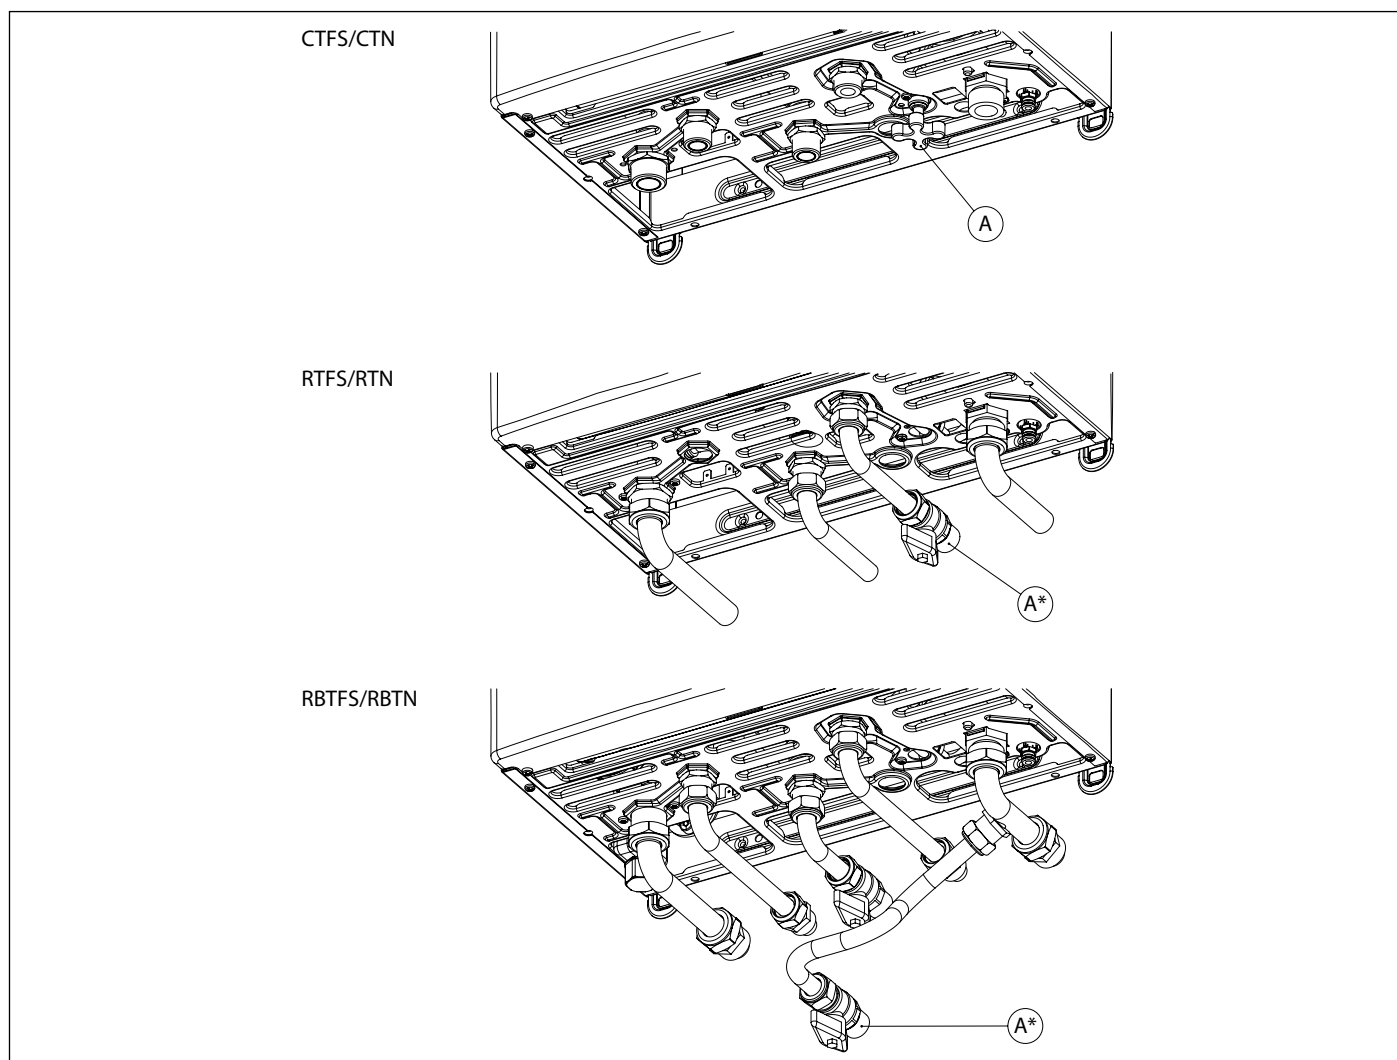

Fig. 2 Robinets de remplissage
Effectuer le remplissage du système en agissant sur le robinet de remplissage (A) (voir Fig. 2 Robinets de remplissage).